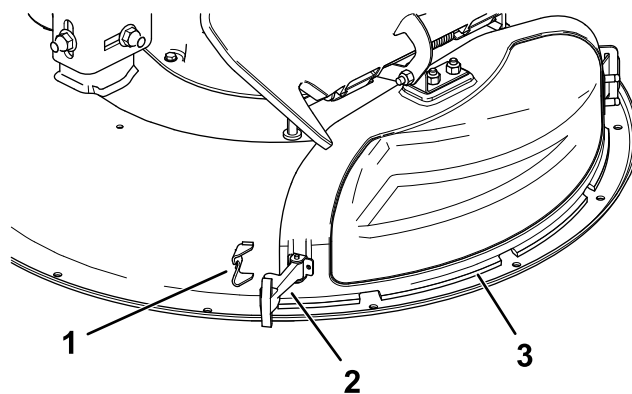

Figura 6
5. Sujete la tapa de descarga a la carcasa enganchando el cierre flexible de la tapa de descarga en el retén de la carcasa (Figura 6).
3. Suelte el cierre flexible del retén de la tapa de descarga y gire la tapa de descarga hacia la derecha (Figura 6).